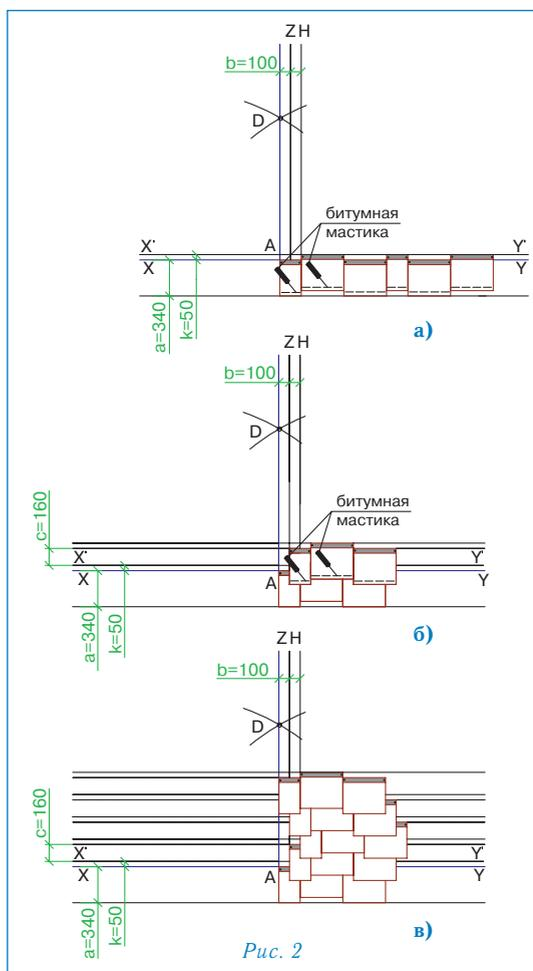

Рис. 2
Укладка материала (рис. 2)
- Укладка черепицы начинается от линии AD, при этом верхний край листов выравнивается по линиям XY и X'Y' (рис. 2а);
- листы укладываются встык и фиксируются двумя гвоздями на расстоянии 2,5 см от верхнего края (рис. 2а), по нижнему краю черепица фиксируется битумной мастикой;
- листы второго ряда черепицы укладываются от линии Z, их верхний край выравнивается по линиям, параллельным XY; каждый лист фиксируется двумя гвоздями (рис. 2б);
- третий ряд укладывается от линии H, четвертый — от линии Z, пятый — от линии AD, (рис. 2в);